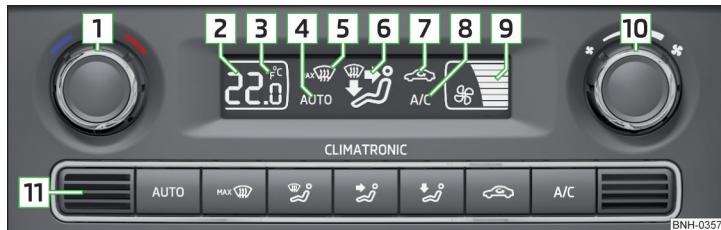

Abb. 94 Bedienungselemente der Climatronic
Zum **Einschalten** die Symboltaste drücken. Im Display wird das Symbol (Pos. **7**) » Abb. 94 auf Seite 94) angezeigt.
» Abb. 94
Der eingestellte Temperaturwert wird im Display (Pos. **2**) » Abb. 94) angezeigt.
Im Display erscheinen die Angaben in der gewünschten Temperatur-Maßeinheit (Pos. **3**) » Abb. 94).
Die eingestellte Gebläsedrehzahl wird durch die Anzeige der jeweiligen Anzahl von Segmenten (Pos. 9 » Abb. 94) im Display dargestellt.
Zum **Einschalten** die Taste **AUTO** drücken. Im Display wird **AUTO** (Pos. 4 » Abb. 94) angezeigt.
- Den Innenraumtemperatursensor 11 » Abb. 94 nicht überkleben oder überdecken, sonst könnte die Climatronic ungünstig beeinflusst werden.